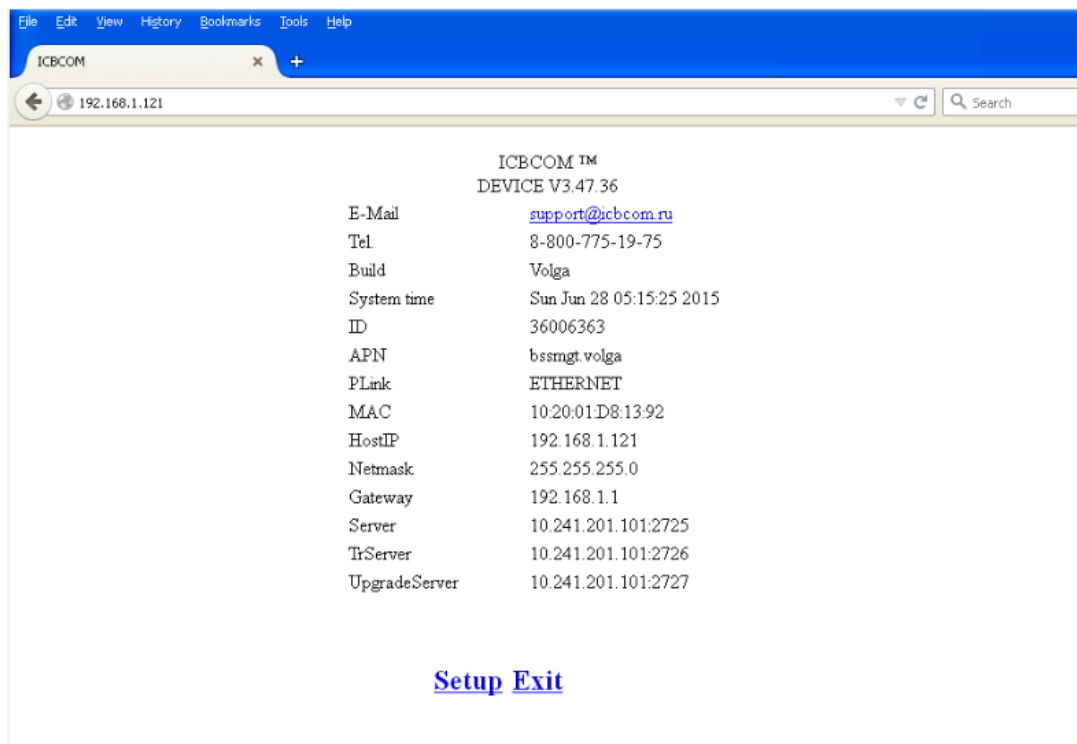

Рисунок 3 – Форма загрузки Web-интерфейса
2. В браузере набрать IP адрес контроллера, после чего появится страница со ссылкой Setup (рисунок 3).